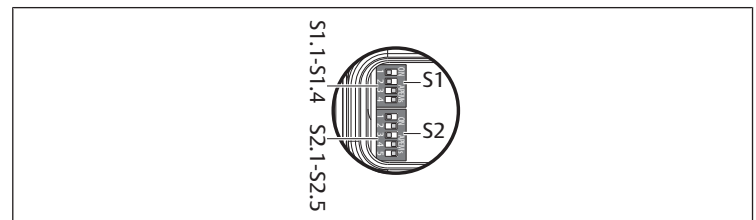

Fig. 5: Commutateur DIP S2
2. Mettre le commutateur DIP S2.5 dans la position souhaitée. Voir → Fig. 5.